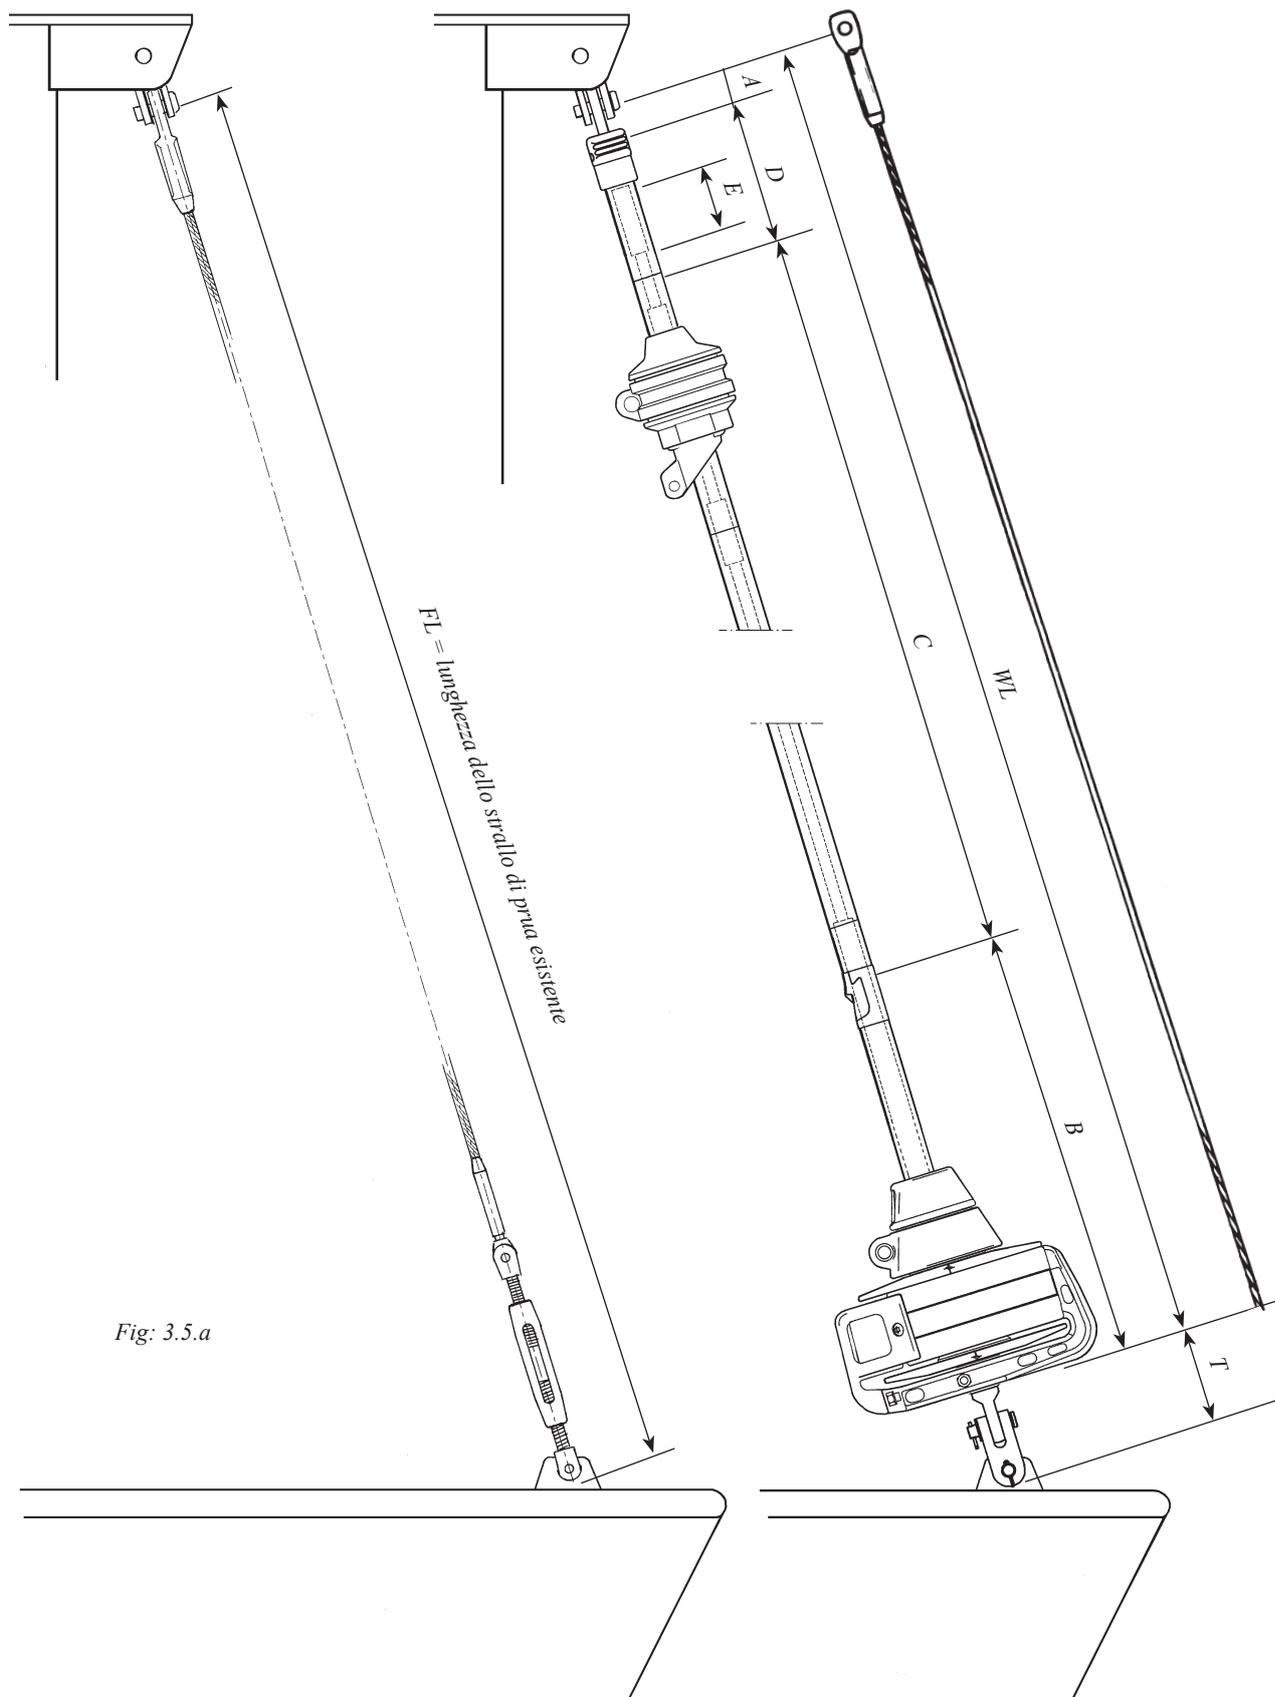

Fig: 3.5.a
| FL   | Lunghezza dello strallo esistente (FL), arridatoio incluso (Vedi Fig. 3.5. a).   |                       | 9.675       |
16. Controllare la lunghezza FL dello strallo come da tabella 1 (3.5.1) e fig. 3.5.a considerando anche gli eventuali snodi o prolunghe inseriti nella misura H della Tabella 1.